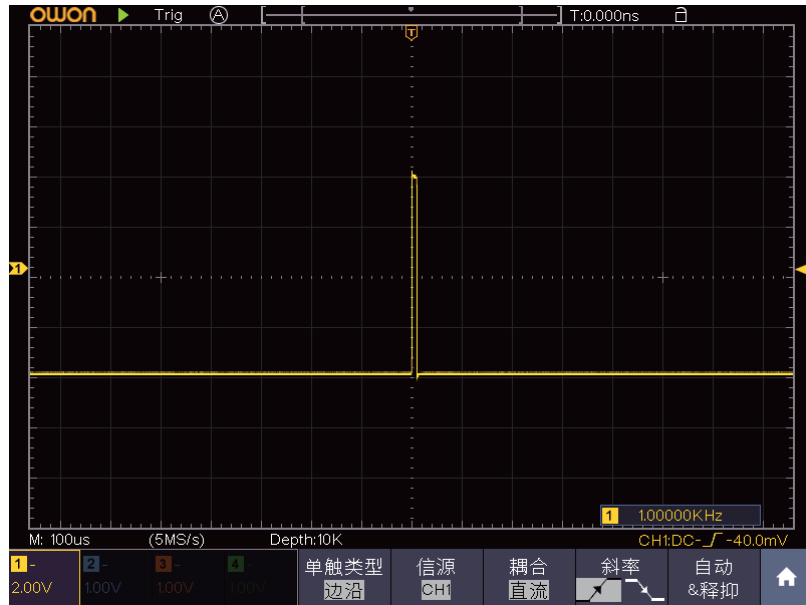

图 9-3: 捕捉单次信号
- (2) 按CH1键选中该通道，调整 垂直 档位 和 水平 档位 旋钮，为观察的信号建立合适的垂直与水平范围。
- (3) 按 采样 按键，显示采样菜单。
- (4) 在下方菜单中选择 采集模式。在右侧菜单中选择 峰值检测。
- (5) 按 触发菜单 按键，显示触发菜单。
- (6) 在下方菜单中选择 类型。在右侧菜单中选择 单触。
- (7) 在左侧菜单中选择触发模式为 边沿。
- (8) 在下方菜单中选择 信源，在右侧菜单中选择 CH1。
- (9) 在下方菜单中选择 耦合；在右侧菜单中选择 直流。
- (10) 在下方菜单中选择 斜率 为 （上升）。
- (11) 旋转 触发电平 旋钮，调整触发电平到被测信号的中值。
- (12) 若屏幕上方 触发状态指示 没有显示 Ready，则按下 Run/Stop（运行/停止）按键，启动获取。等待符合触发条件的信号出现。如果有某一信号达到设定的触发电平，即采样一次，显示在屏幕上。利用此功能可以轻易捕捉到偶然发生的事件，例如幅度较大的突发性毛刺：将触发电平设置到刚刚高于正常信号电平，按 Run/Stop（运行/停止） 按键开始等待，则当毛刺生时，机器自动触发并把触发前后一段时间的波形记录下来。通过旋转面板上水平控制区域的 水平位移 旋钮，改变触发位置的水平位移可以得到不同长度的负延迟触发，便于观察毛刺发生之前的波形。见图 9-3。